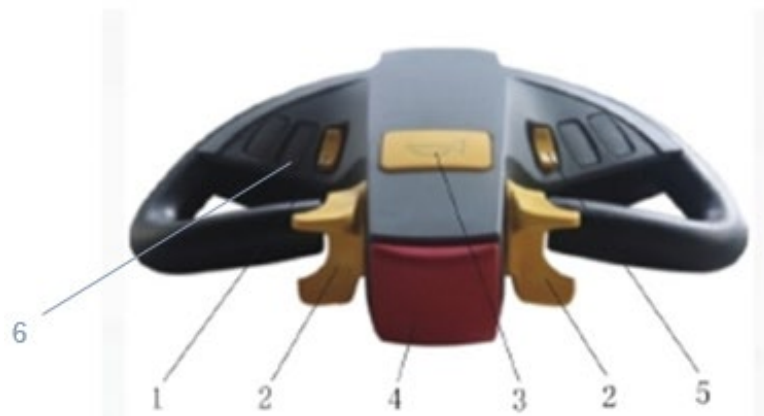
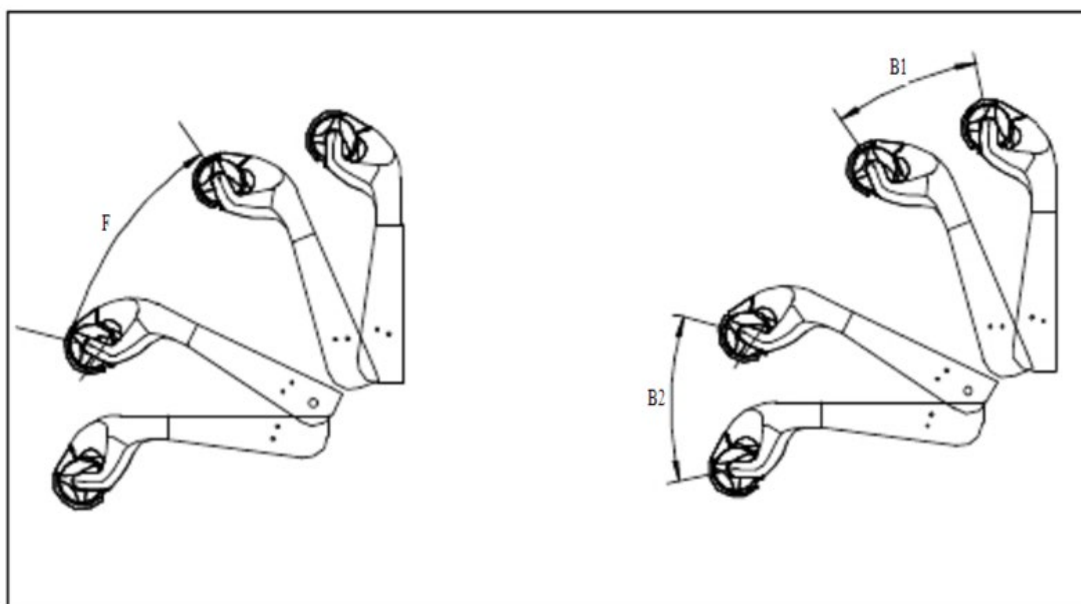

Рисунок 2.
Рисунок 4.
- Проверьте работоспособность звукового сигнала (3 на рис.2);
Принудительное торможение: при отпускании рукоятки управления тележка затормозится автоматически (аварийная остановка). Рукоятка управления автоматически перейдет в верхний диапазон торможения (В1) (рис.4).
- Переведите рукоятку управления в положение «F» (рис.4) и установите ее в нужном направлении, тележка будет двигаться в выбранном направлении.
Для начала движения с пониженной скоростью необходимо нажать и удерживать на протяжении всего пути кнопку пониженной скорости движения (черепашка) (6 на рис.2).
Примите следующие меры безопасности против скатывания тележки на уклоне: Отпустите переключатель направления хода (2 на рис.2) и быстро переведите рукоятку управления в зону торможения (B2 на рис.4).
- Путем перевода переключателя направления хода (2 на рис.2) в среднее положение или его отпущения: тележка начнет тормозить до полной остановки.
- Переведите рукоятку управления вверх или вниз в зону торможения («В1» и «В2» на рис. 4), и тележка начнет торможение до полной остановки. Если отпустить рукоятку, она автоматически перейдет в верхнее положение зоны торможения («В1»), до полной остановки.
- Кнопка аварийного реверса, находящаяся на уровне живота оператора (4 на рис.2) предотвращает зажатие оператора. Когда оператор приходит в контакт с кнопкой аварийного реверса, тележка немедленно прекращает движение в заданном направлении и движется назад на некоторое расстояние, затем останавливается. Если рукоятка находится в зоне движения, и тележка не движется, считайте, что в этой ситуации эта кнопка по-прежнему активна. Необходимо выполнить отключение и повторное включение устройства для перезапуска.
- Пригоните изделие на специальное оборудованное место под стоянку. Отпустите переключатель направления хода (2 на рис.2) для его возврата в исходное положение, тележка замедлит ход, дождитесь полной остановки.
Медленно двигайтесь с грузом к зоне разгрузки с последующей остановкой в зоне разгрузки. Плавно нажмите на кнопку опускания вилок (1,5 на рис.2), пока вилы не переместятся в минимальное нижнее положение. Убедитесь, что груз полностью находится на месте разгрузки, плавно сдайте назад для вывода вилок из-под груза.